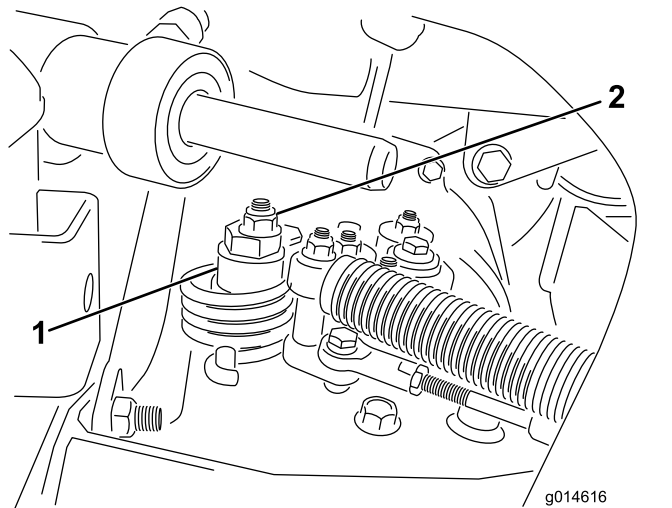

図 49
- 偏芯ナットをハイドロスタット上部に止めているナットをゆるめる 図 49。
- どちらにも車輪が回らないように偏芯ナットを回して調整する。調整ができれば固定ナットを締める 図 49。スロットル低速 および高速位置で調整が正しいことを確認する。